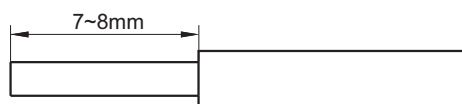
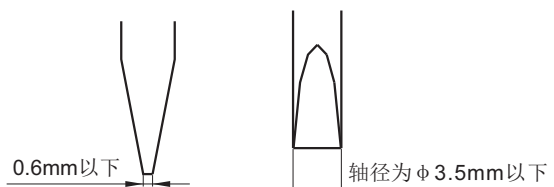
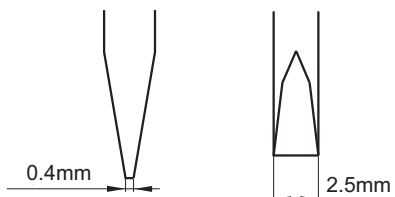

图1
图2
图3
导线前端需剥去7mm~8mm的绝缘保护层，如图1所示。请务必按此尺寸使用。
- 接线时，请使用如图2所示的螺丝刀：
- 一字型螺丝刀：见图2
接线时，请使用如图3所示螺丝刀。
将继电器插座防脱卡簧呈现于打开状态(详见图1)，将继电器对准插座主体型腔(详见图2)。然后逆时针扳动防脱卡扣，同时轻轻下压继电器，直至继电器完全装入插座(详见图3)。
(图3)